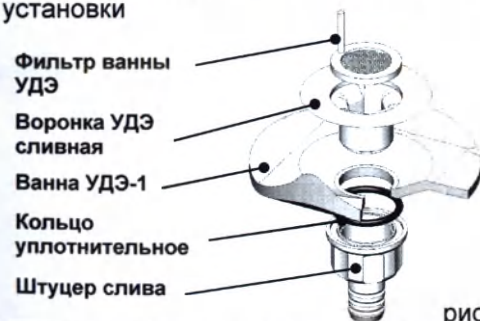

рис.23
- 5.17. Установить на ванну УДЭ-1 устройство слива – Таблица 3 рис.23.